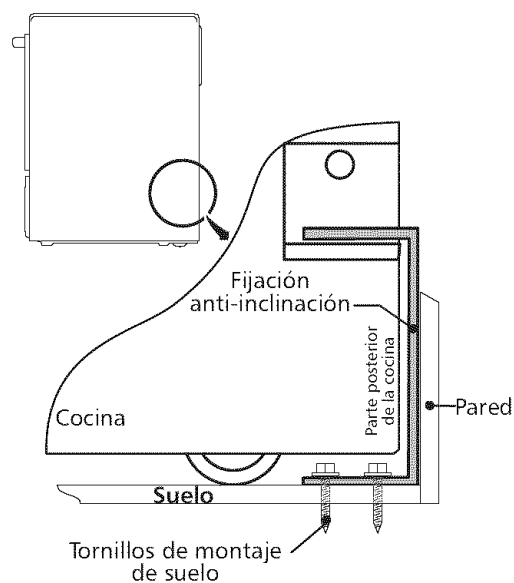

Figura 16
4. Retire el modelo y ubique la abrazadera en el suelo. Alinee los orificios en la abrazadera con las marcas en el suelo y ajuste con los cuatro tornillos provistos. La abrazadera debe quedar fijada al suelo (figura 16) sólido. Si se fija al suelo concreto, primero haga orificios pilotos de un diámetro de 3/16" (0,48 cm), utilizando una barrena para concreto.
6. Deslice la cocina hacia su lugar asegurándose que la pata de centro trasera está completamente segura con el soporte anti-inclinación (figura 16). Baje la cocina ajustando las 4 patas de nivelación hasta que la plancha de cocinar está apoyada en el mostrador. Refiere a la "Nivelación de la cocina" a la página 6.